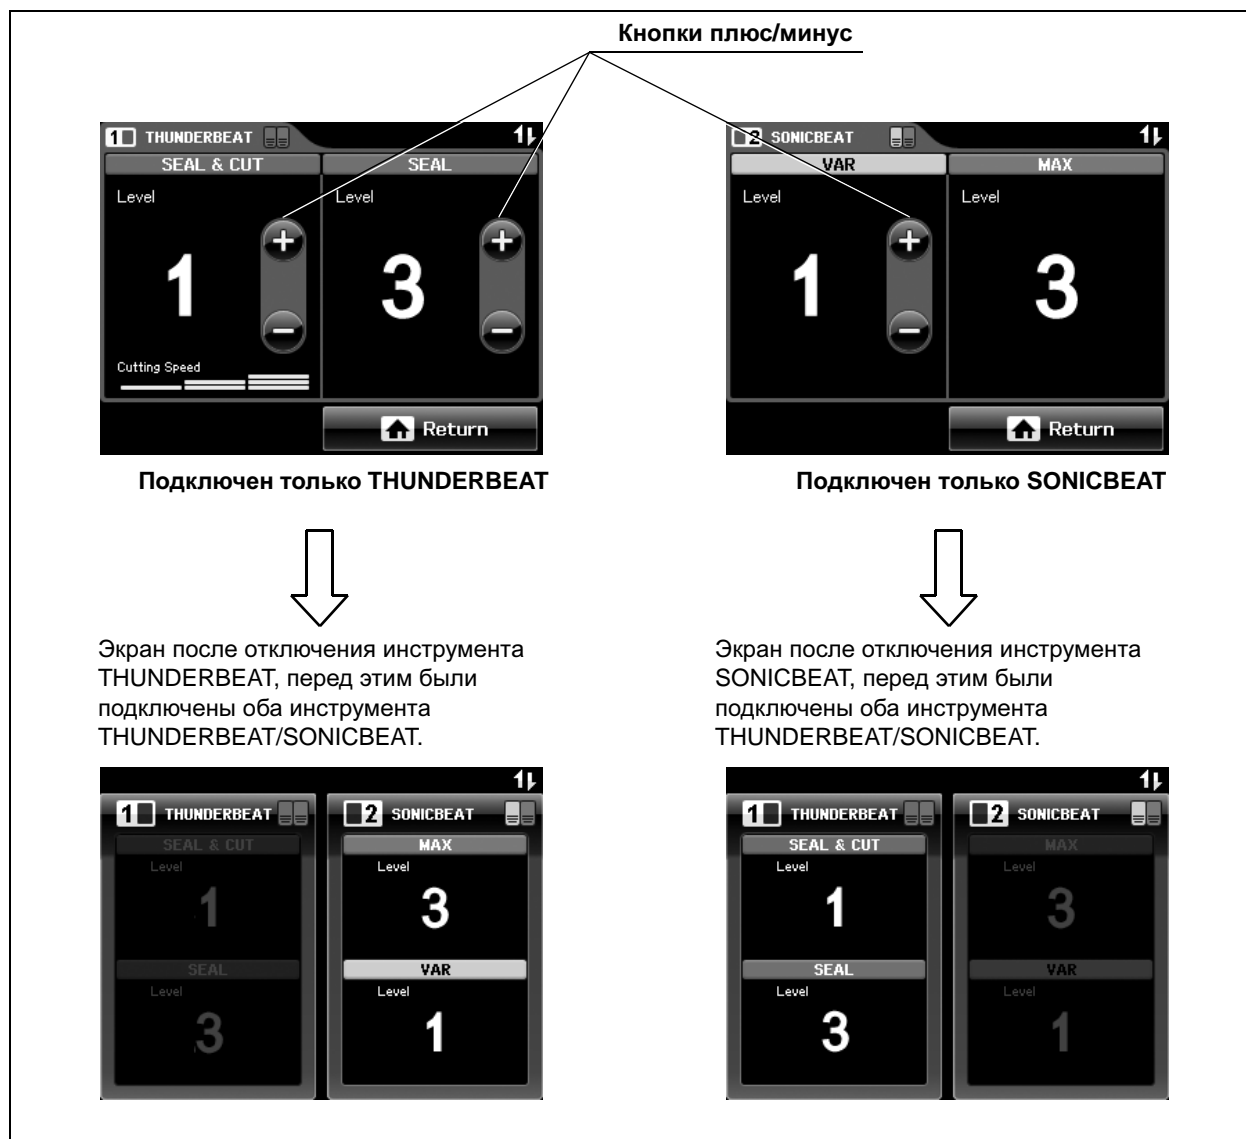

Рис. 4.6
Нажмите кнопку «плюс» или «минус» (см. рис. 4.6).
2. Нажмите кнопку Return (Назад) в правом нижнем углу экрана (см. рис. 4.6).